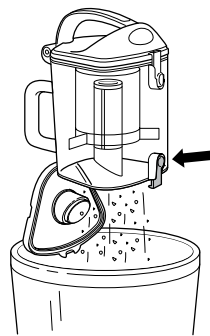

Fig. 18
- 2 Tenir le récipient à poussière au-dessus d'une poubelle et presser le bouton de dégagement de la porte du fond. **(Fig. 18)** Tapez doucement pour le vider. Refermez la porte en appuyant jusqu'à ce que vous entendiez un déclic.